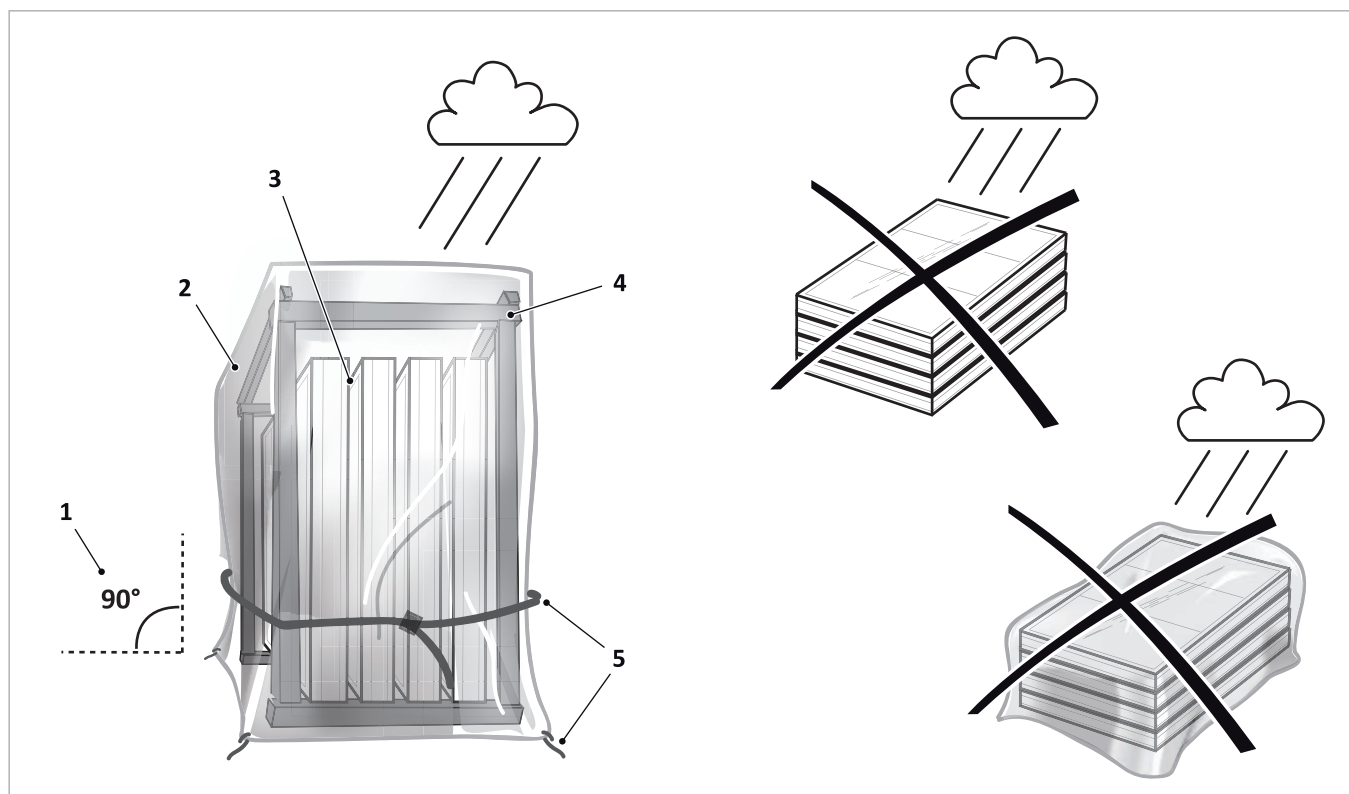

Fig. 1: immagazzinamento all'aperto max. 14 giorni
- Conservare temporaneamente i collettori con la cassa di trasporto di legno su cavalletti di legno vedere ➔ *Fig. 1, pag. 7.*